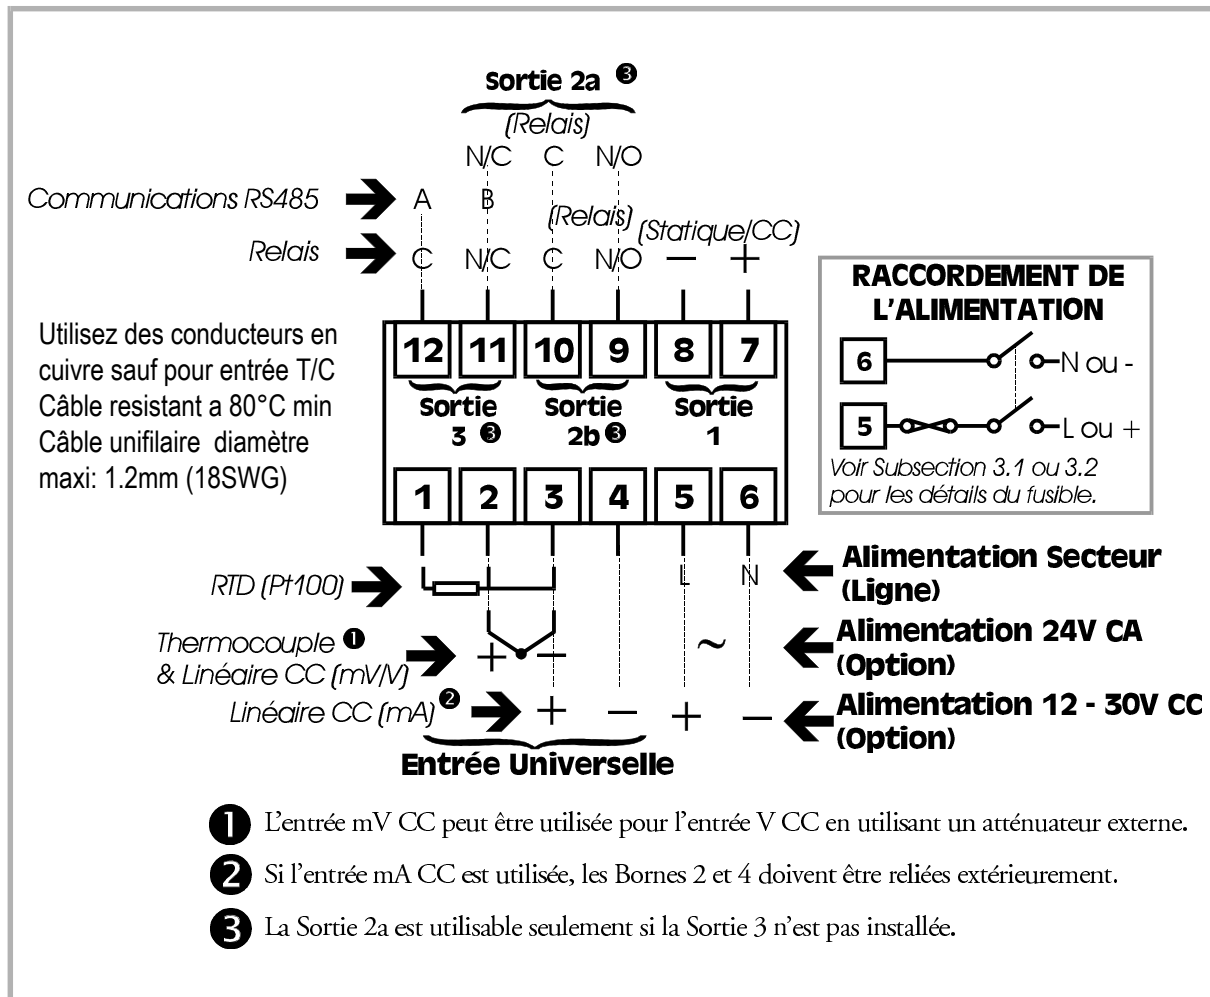

Figure 3-1 Raccordement Bornes Arrières
PRECAUTION: Cet appareil est conçu pour fonctionner dans un coffret fournissant une protection suffisante contre les chocs électriques. Les réglementations nationales relatives aux installations électriques doivent être rigoureusement respectées. Des dispositions doivent être prises afin d'éviter que du personnel non autorisé ait accès aux bornes d'alimentation. L'alimentation doit être connectée via un relais d'isolation bipolaire (situé de préférence près de l'équipement) et être protégée par un fusible 1A (voir Figure 3-1).
Ce régulateur peut être alimenté en 24V CA, 50/60Hz ou 12 - 30V CC. La consommation est d'environ 4W. L'alimentation doit être connectée via un relais d'isolation bipolaire et un fusible 350mA (Type T) - voir Figure 3-1.
L'entrée CC (mV) est reliée aux bornes 2 et 3 selon les polarités indiquées à la Figure 3-1. L'entrée CC (V) est reliée aux mêmes bornes mais exige un atténuateur externe. L'entrée CC (mA) est reliée aux bornes 3 et 4 selon les polarités indiquées à la Figure 3-1 et les bornes 2 et 4 doivent être shuntées ($<0.1\Omega$).